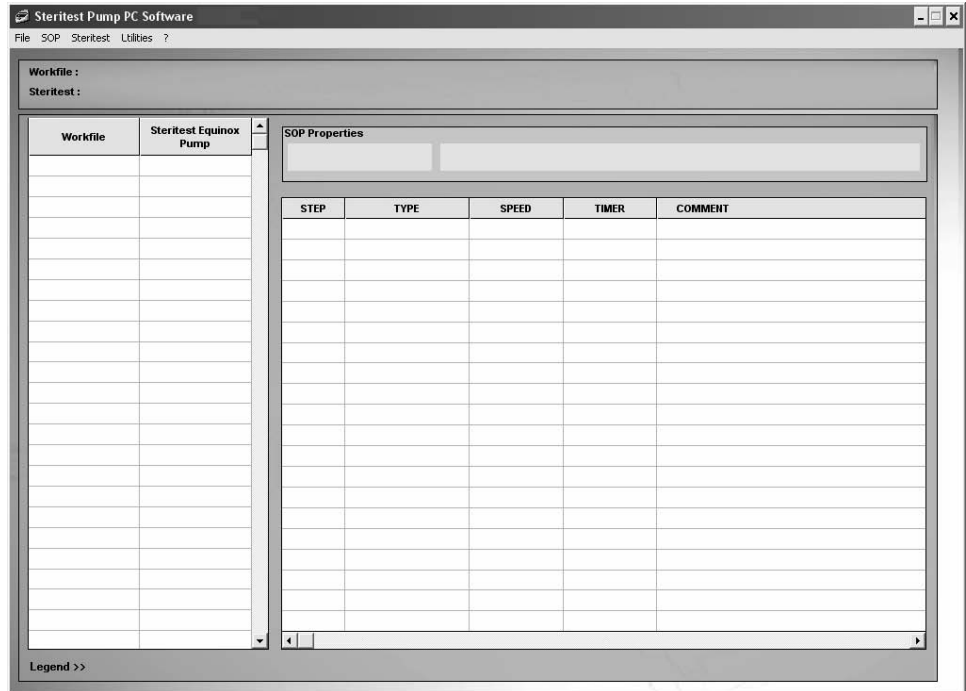

Figura 9: Pantalla principal Steritest
4. Tras la aceptación de la contraseña, se inicia la sesión y aparece la pantalla o ventana principal del programa Steritest (Figura 9).